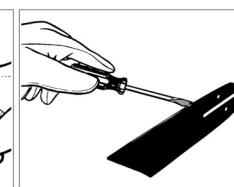

Fig. 15
- A l'aide d'un tournevis, d'un couteau à mastiquer, d'une brosse métallique ou d'un autre outil comparable, éliminer les résidus de la rainure du guide-chaîne. Ceci permettra aux orifices d'accueillir la graisse et d'assurer le graissage du guide et de la chaîne. (Fig. 15)